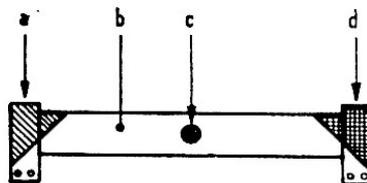

FIG. II-14
*Troisième cas* : figure II-14.